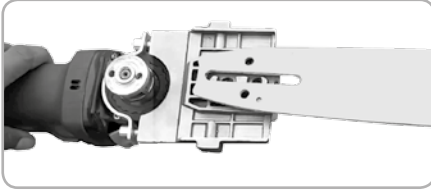

Fig.8
- Așezați lama de ghidaj (1) cu gaura butonieră către axul polizorului conform Fig.8;